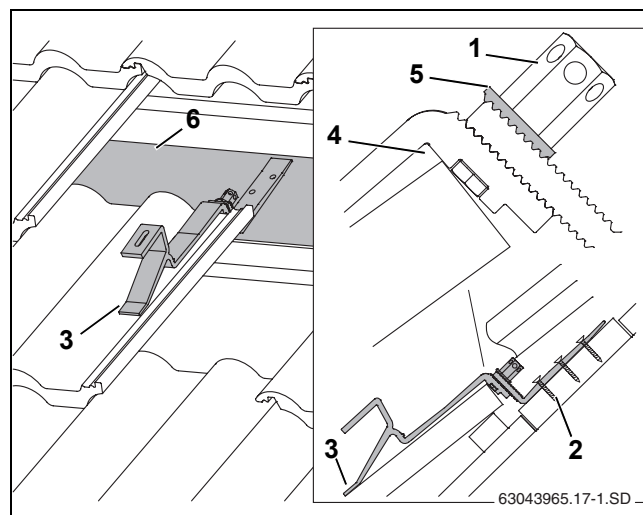

Fig. 15 Gancho de tejado montado (para facilitar la vista se han eliminado de la figura algunas tejas)
- Colocar el apoyo delantero sobre la teja de tal forma que con carga descansa sobre el perfil ondulado (Fig. 15, [3]).
Para ello, el gancho de tejado debe tener un poco de juego en el borde superior de la teja (Fig. 15, [2]). En caso necesario, adaptar la parte superior de la teja.
- Deslice hacia abajo la parte inferior del gancho de tejado hasta que éste descansa sobre el cabrio o sobre las tablas/tablonés (Fig. 15, [6]).
La arandela dentada (Fig. 15, [5]) debe encajar en el lado dentado de la parte inferior del gancho para tejado.
- Apriete la tuerca hexagonal larga (Fig. 15, [1]). Introduzca para ello la llave de tamaño 5 en el orificio de la tuerca hexagonal y gírela.
- Fije la parte inferior del gancho de tejado al cabrio como mínimo en el primer (Fig. 15, [2]) y en el segundo orificio mediante tornillos adecuados.